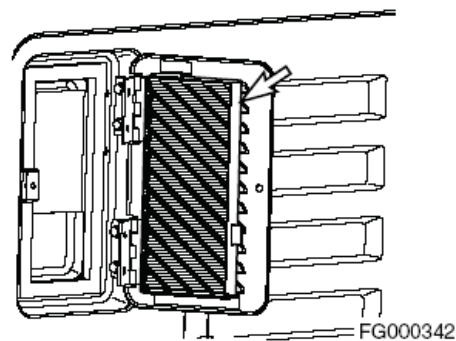

Рис. 54
3. Снять фильтр (рис. 54) и проверить его на наличие повреждений.